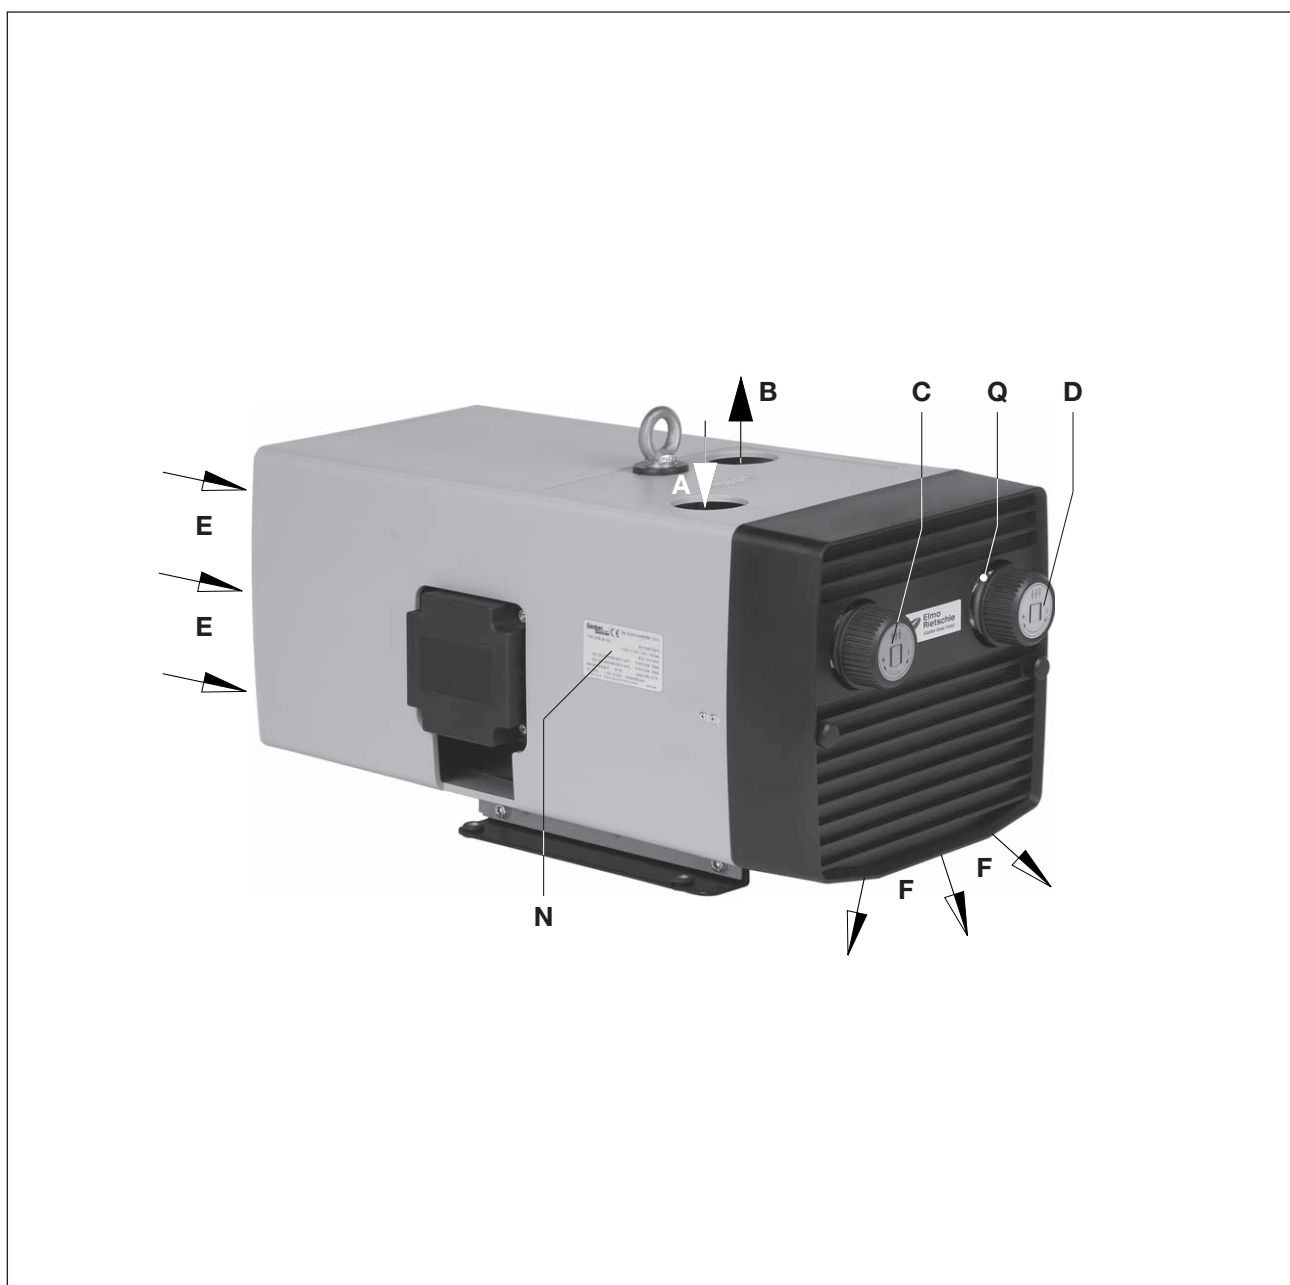
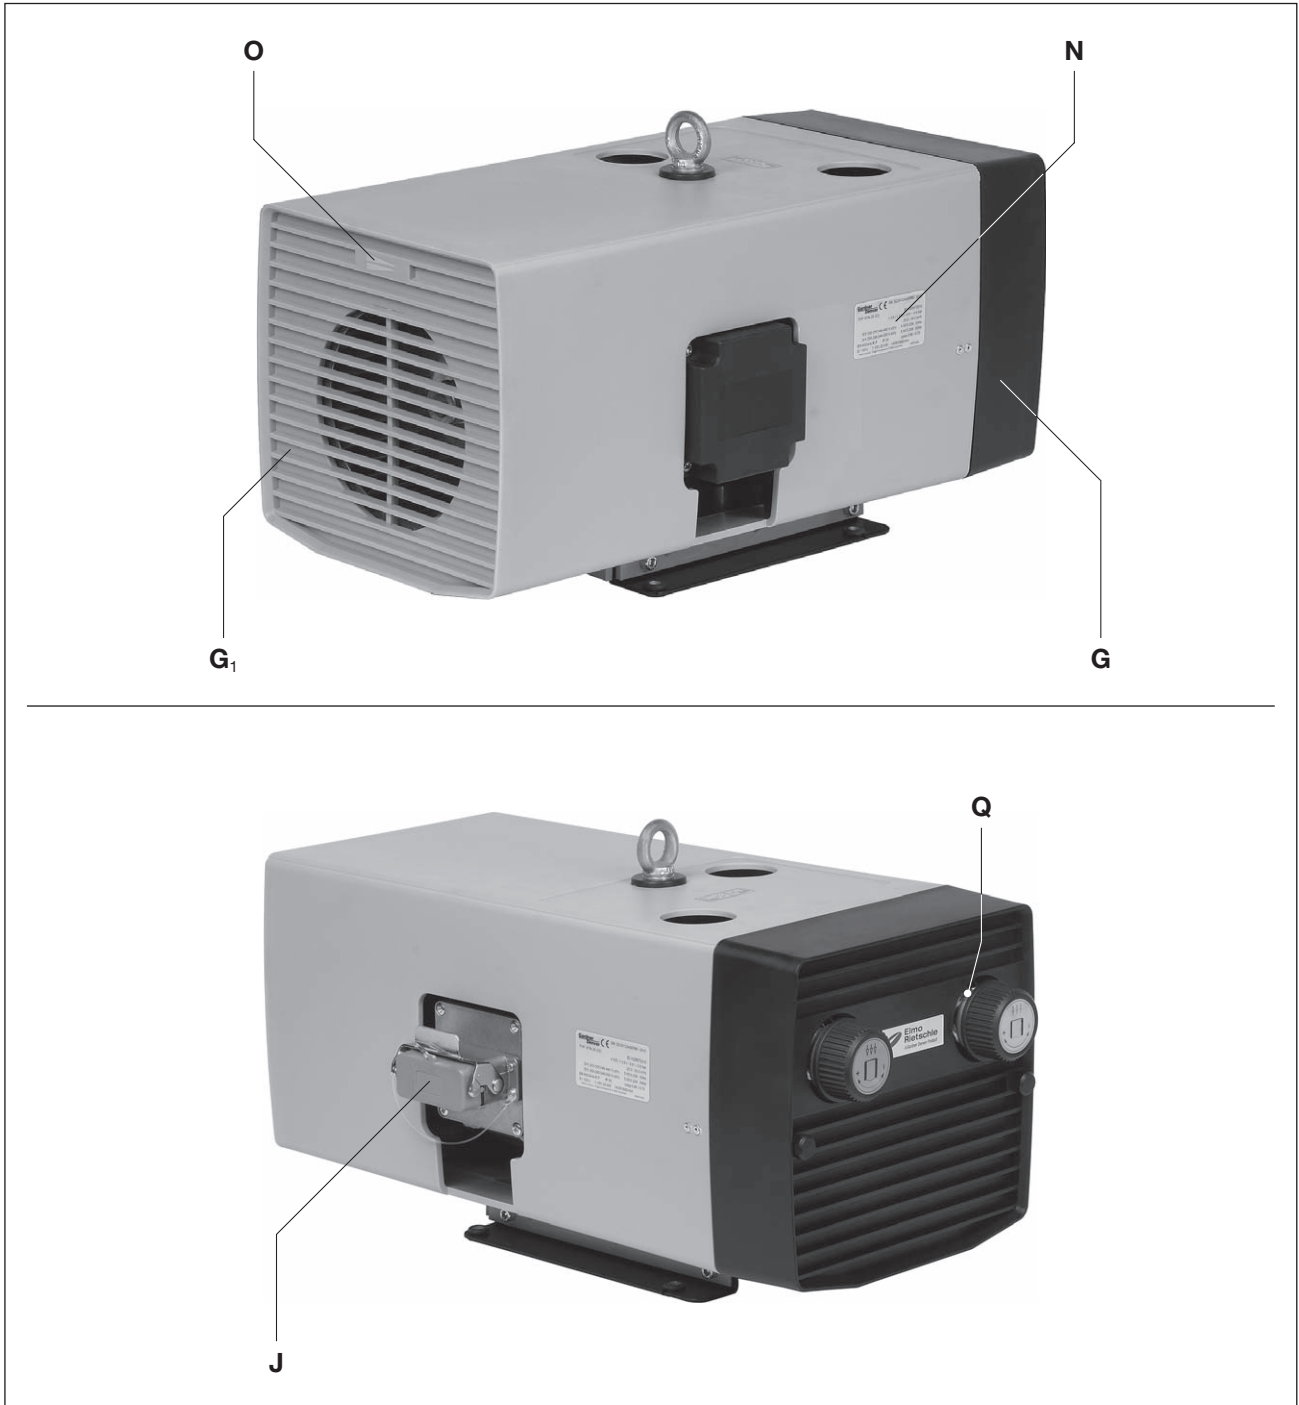

Fig. 2 Tryckvakuum pump V-KTN
Fig. 3 Tryckvakuumpump V-KTN
V-KTN befinner sig i en ljuddämpande kåpa av plast. I den ljuddämpande kåpan finns det även en fläkt som sköter kylningen. Vakuumregleringsventilen (fig. 2/C) och tryckregleringsventilen (fig. 2/D) tillåter att vakuum och tryck ställs in på önskade värden, som dock begränsas uppåt.
Den nominella volymströmmen är 15, 25 och 40 m³/h vid 50 Hz. Belastningsgränserna (bar) på sug- och trycksidan finns angivna på dataskylten (fig. 2/N). Volymströmmens relation till volymströmmen för övertryck visas i datablad D 481.
För att demontera utblåsningsgallret (fig. 3/G och insugningsgallret (fig. 3/G₁) måste det finnas minst 30 cm utrymme för underhållsarbeten. Dessutom måste man tänka på att kylflutingångarna (fig. 2/E) och kylflututgångarna (fig. 2/F) måste ha minst 10 cm avstånd till närmaste vägg (kylflut som går ut får inte sugas in igen).
- a) Vakuumanlutning vid (fig. 2/A) och tryckanslutning vid (fig. 2/B).
De tryck- och vakuurområden som krävs kan ställas in med tryckregleringsventilen (fig. 2/D) och vakuumregleringsventilen (fig. 2/C) i enlighet med symbolskylten på vridknappen.
- a) Uppgifter om motorns elektronik finns på märkskylten (fig. 2/N) eller på motorns märksskylt. Motorerna uppfyller kraven i DIN EN 60034 och tillhör skyddsklass IP 55 samt isoleringsklass F. Lämpligt kopplingsschema finns i motorns anslutningsbox (inte på versionen med kontaktdon). Motoruppgifterna måste jämföras med uppgifterna om det befintliga huvudnätverket (aktuell typ, spänning, nätverksfrekvens, tillåtet strömvärde).
- b) Anslut motorn via kontaktdonet (fig. 3/J) eller motorskydds-brytaren (av säkerhetsskäl måste en motorskydds-brytare användas och den anslutande kabeln måste installeras via en kabelgenomföring för att minska belastningen). Vi rekommenderar att motorskydds-brytare med fördröjd avstängning används, beroende på möjlig överström. Tillfällig överström kan förekomma när maskinen kallstartas.
- ▷ Drivaxelns planerade rotationsriktning markeras av rotationsriktningspilen (fig. 3/O).